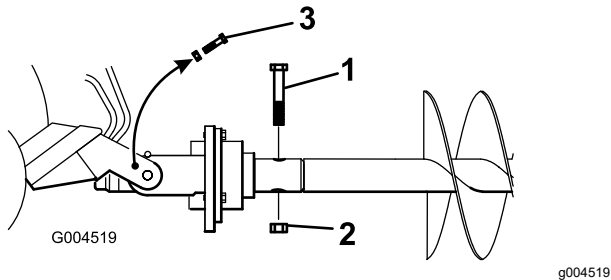

Figura 8
10. Fije el taladro al cabezal de transmisión con un perno ($\frac{7}{8}$ " x $4\frac{1}{2}$ ") y una tuerca ($\frac{7}{8}$ "), tal y como se muestra en la Figura 8.